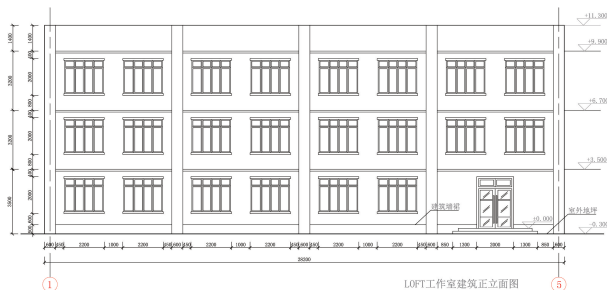

图 4-57 完成建筑正立面绘制
(4)完成建筑立面图绘制:将标注及文字说明等内容绘制完毕,检查有无漏标及不当,完成 LOFT 建筑正立面项目的绘制工作(图 4-57)。